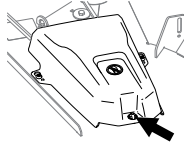

Bild 6
- Ziehen Sie die Seite der Abdeckung mit der Tülle hoch und ziehen Sie die Abdeckung ab. (**Bild 6**).